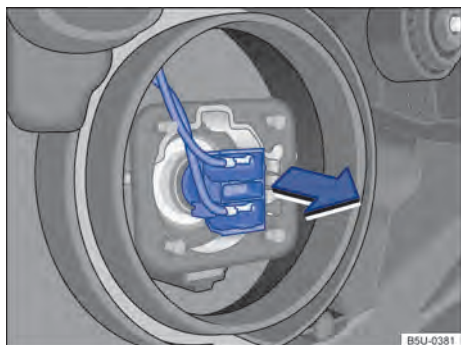

Fig. 178 Acesso à lâmpada incandescente do farol baixo.
- 5 **Farol baixo** **A**, puxar a lâmpada no sentido da seta → **Fig. 178** para desencaixá-la do suporte.